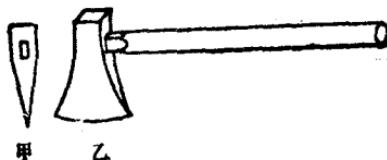

图 2 双刃斧
**2. 双刃斧** 如图 2 甲所示，斧头刃端两面都是平面。切勿在研磨时破坏斧头这两个面的平直性。